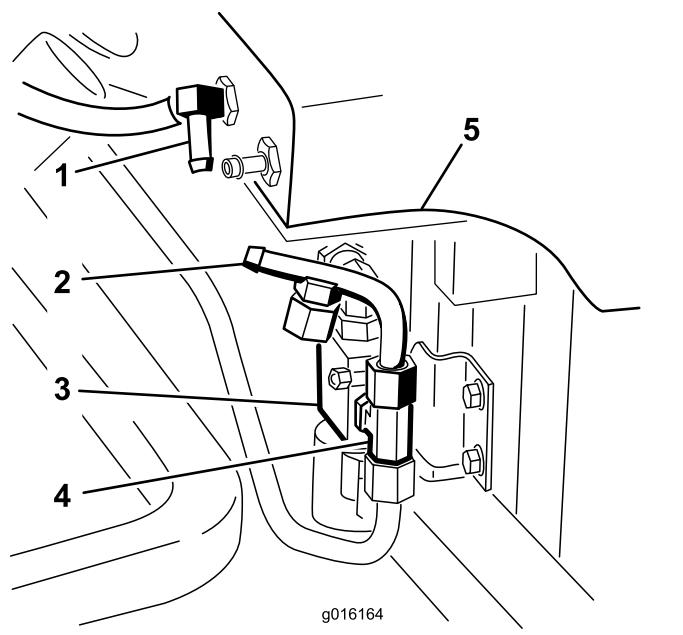

Figura 25
3. Instale o tubo hidráulico número 4 na união em T montada no lado da válvula (Figura 25).